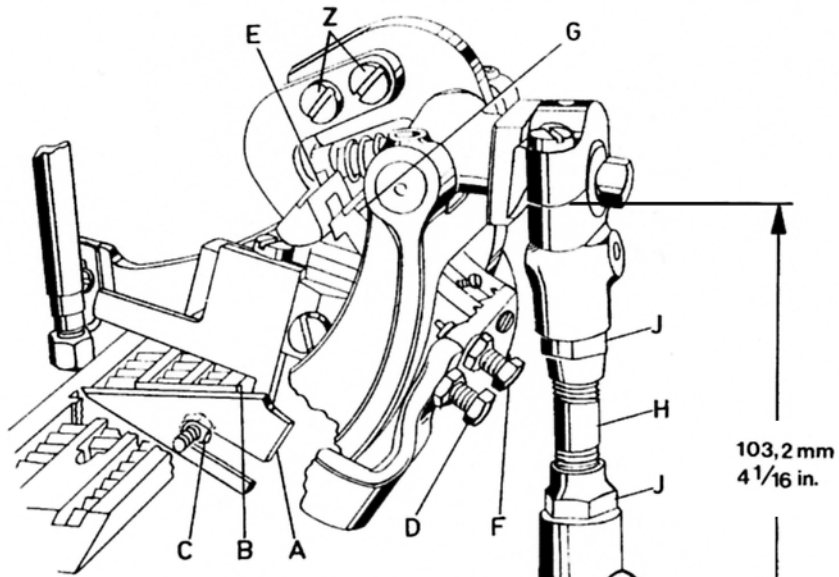
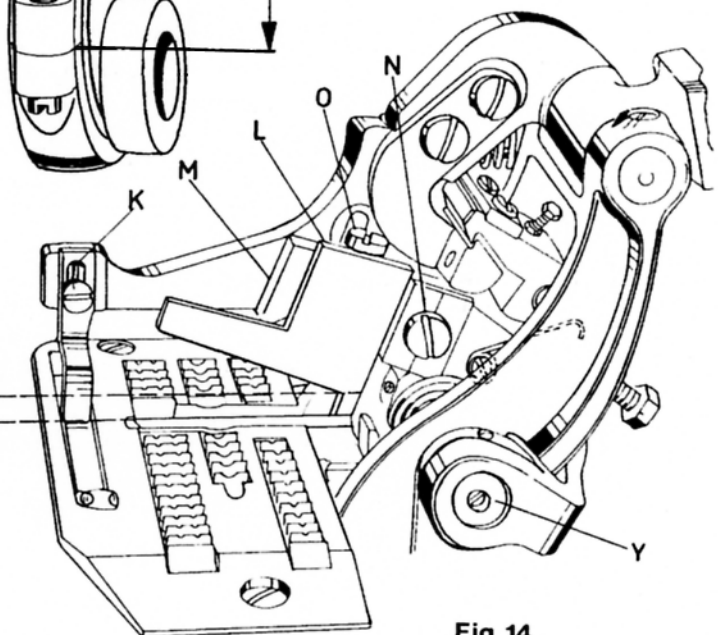
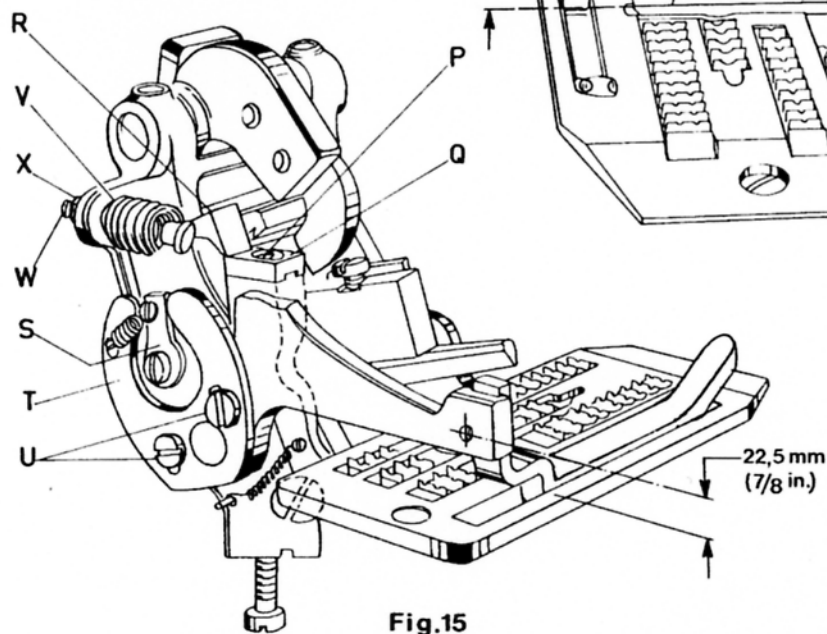

Fig. 13
Fig. 14
Fig. 15
2. Lay the throat plate temporarily on its seat. Loosen the hexagonal head adjusting screw (D, Fig. 13) and set so that the distance between top surface of throat plate and the center of thread hole for fastening the actuating shoe is 22.5 mm (7/8 in.) (see Fig. 15). Retighten screw (D, Fig. 13) with lock nut.
3. Set the lower knife (A, Fig. 13) so that the cutting edge is even with the top of throat plate (B) and tighten it in this position with the hexagonal head screw (C). Reassemble needle guard, feed dog and throat plate.
4. Assemble actuating shoe (K, Fig. 14) and set it so that the top surface of actuating shoe is even with the top surface of throat plate.
5. With a screwdriver, press the spring loaded knife lever shaft (Y, Fig. 14) to the rear and insert upper knife (L) in upper knife lever (M). Raise the upper knife as high as it will go, until the back of the knife cutting edge stops on the knife lever. Tighten the clamp screw (N) slightly.
6. Loosen screw (P, Fig. 15) and move shoe (Q) to extreme left. Turn handwheel until pawl (E, Fig. 13) is at its lowest position. Turn screw (F) until the edge of ratchet block (G) snaps over the edge of pawl (E), then add 1/4 to 1/2 turn more to ensure adequate clearance under operating conditions. Retighten the lock nut of the screw (F). If screw (F) is turned too far the mechanism will not work. Small differences can be equalized when loosening screws (Z) and adjusting the pawl (E) accordingly. Retighten screws (Z) firmly.
7. Move shoe (Q, Fig. 15) to the right so that pawls (R) will rest on the extreme right end of shoe. Shoe should have polished end to the right and point of pawls may overlap slightly over outside to insure trigger action during operation of machine.
2. Legen Sie die Stichplatte vorübergehend auf ihre Auflage. Lösen Sie die Sechskant-Einstellschraube (D, Fig. 13) und stellen Sie sie so, daß der Abstand zwischen Stichplattenoberfläche und Mitte Gewindebohrung zur Tasterbefestigung 22,5 mm beträgt (Siehe Fig. 15). Ziehen Sie die Schraube (D, Fig. 13) mit der Gegenmutter fest.
3. Stellen Sie das Untermesser (A, Fig. 13) so ein, daß seine Schneide mit der Oberfläche der Stichplatte (B) bündig ist und ziehen Sie es in dieser Stellung mit der Sechskantschraube (C) fest. Bauen Sie Nadelanschlag, Transporteur und Stichplatte wieder ein.
4. Montieren Sie den Taster (K, Fig. 14) und stellen Sie ihn so ein, daß die obere Fläche des Tasters mit der Oberseite der Stichplatte bündig ist.
5. Drücken Sie mit einem Schraubendreher die gefederte Messerhebelwelle (Y, Fig. 14) nach hinten und setzen Sie das Obermesser (L) im Messerhebel (M) ein. Schieben Sie das Messer im Hebel so weit wie möglich nach oben bis der Rücken der Messerschneide am Messerhebel anschlägt. Ziehen Sie die Klemmschraube (N) leicht an.
6. Lösen Sie die Schraube (P, Fig. 15) und schieben Sie den Schaltschuh (Q) ganz nach links. Drehen Sie das Handrad bis der Mitnehmer (E, Fig. 13) seine tiefste Stellung erreicht hat. Drehen Sie die Schraube (F) bis die Kante der Klinke (G) über die Kante des Mitnehmers (E) schnappt. Drehen Sie die Schraube (F) um 1/4 bis 1/2 Umdrehung weiter, damit beim Betrieb ausreichend Spielraum vorhanden ist. Ziehen Sie die Gegenmutter der Schraube (F) wieder an. Wenn die Schraube (F) zu weit gedreht wird, arbeitet der Mechanismus nicht. Kleine Unterschiede können nach Lösen der Schrauben (Z) und durch entsprechendes Verstellen des Mitnehmers (E) ausgeglichen werden. Ziehen Sie die Schrauben (Z) wieder gut an. Wenn die Kanten von Mitnehmer und Klinke nicht ineinander eingreifen, so kann es notwendig werden, die Verbindungsstange (H) mit den Feststellmutter (J) nachzustellen. Der richtige Abstand von Mitte zu Mitte Lagerschale beträgt 103,2 mm. Bei einzelnen Bandabschneidern kann wegen geringfügiger Summierung von Fertigungstoleranzen eine leicht abweichende Einstellung notwendig werden.
7. Schieben Sie den Schaltschuh (Q, Fig. 15) nach rechts, so daß die Spitze der Schalt Nase (R) am äußersten rechten Ende des Schaltschuhes aufliegt. Das polierte Ende des Schaltschuhes muß rechts sein und die Spitze der Schalt Nase soll die Schaltschuhaußenkante leicht überlappen, damit beim Betrieb der Maschine eine Schnepferwirkung gewährleistet ist.
8. When actuating shoe (K, Fig. 1e) is raised slightly, trip dog (S, Fig. 15) should allow pawl (R) to slide off shoe (Q) and the cutting action is released within 1 1/2 turn or less of the handwheel.
Raise actuating shoe (K, Fig. 14) slightly and turn handwheel in operating direction until upper knife (L) is in its lowest position. Left at the tip of the knives, the cutting edge of the upper knife should overlap the cutting edge of the lower knife by 1 mm (.040 in.)
When open there should be about 4.8 mm (3/16 in.) opening, right at the pilot of the upper knife (see Fig. 14).
NOTE: When the knives (A, Fig. 13) and L, Fig. 14) are resharpened, their adjustment is maintained by only raising and lowering them in their holders, according to the stock removed while grinding.
9. The position of the tape cutter actuating shoe (K, Fig. 14) determines the length of tape extending beyond the bag at the start of closure. The extending length of tape at the finish of closure is not adjustable. Raising the actuating shoe in its slot shortens the extending length of tape on start of closure, lowering the shoe lengthens it.
Also the trip dog operating cam (T, Fig. 15) can be retarded or advanced to vary the length of the tape at the start of closure. Loosen screws (U) and turn the operating cam (T) toward the handwheel end of machine to shorten the extending length of tape and in the opposite direction to lengthen it. Retighten screws (U).
The actuating shoe tension spring (V, Fig. 15) is adjustable for various weights of material. Use screw (W) and lock nut (X) to make this adjustment. The tension should be just strong enough to press the actuating shoe down, back to its home position.
8. Wird der Taster (K, Fig. 14) leicht angehoben, bewirkt der Schaltnocken (S, Fig. 15), daß die Schaltnase (R) vom Schaltshuh (Q) heruntergleitet, innerhalb von 1 1/2 Handradumdrehungen oder weniger, wird der Schneidvorgang ausgelöst.
Heben Sie den Taster (K, Fig. 14) leicht an und drehen Sie am Handrad in Nährichtung bis das Obermesser (L) in seiner untersten Stellung ist. Links an er Spitze der Messer soll die Schneide des Obermessers die Schneide des Untermessers um 1 mm überlappen.
In geöffnetem Zustand soll rechts am Führungzapfen des Obermessers ein Durchgang von etwa 4,8 mm sein (siehe Fig. 14).
BEACHTEN SIE: Wenn die Messer (A, Fig. 13) und (L, Fig. 14) nachgeschliffen werden, bleibt ihre Einstellung erhalten. Sie müssen nur in ihren Haltern höher und tiefer gestellt werden, entsprechend dem beim Schärfen abgeschliffenen Werkstoff.
9. Die Lage des Tasters (K, Fig. 14) bestimmt die überstehende Bandlänge am Anfang des Sackes. Die überstehende Bandlänge am Sackende ist nicht einstellbar.
Auch die Schaltnockenkurve (T, Fig. 15) kann etwas vor- oder zurückgestellt werden, um die Länge des überstehenden Bandes am Anfang des Sackes zu verändern. Lösen Sie dazu die Schrauben (U) und drehen Sie die Kurve (T) auf die Handradseite der Maschine zu; dies verkürzt die überstehende Bandlänge. Drehen in entgegengesetzter Richtung verlängert sie. Ziehen Sie die Schrauben (U) wieder an.
Die Druckfeder (V, Fig. 15) für den Taster kann auf die verschiedenen Materialstärken eingestellt werden. Die Einstellung wird mit Schraube (W) und Gegenmutter (X) gemacht. Der Druck soll gerade stark genug sein, um den Taster wieder nach unten, zurück in seine Ausgangsstellung zu bringen.